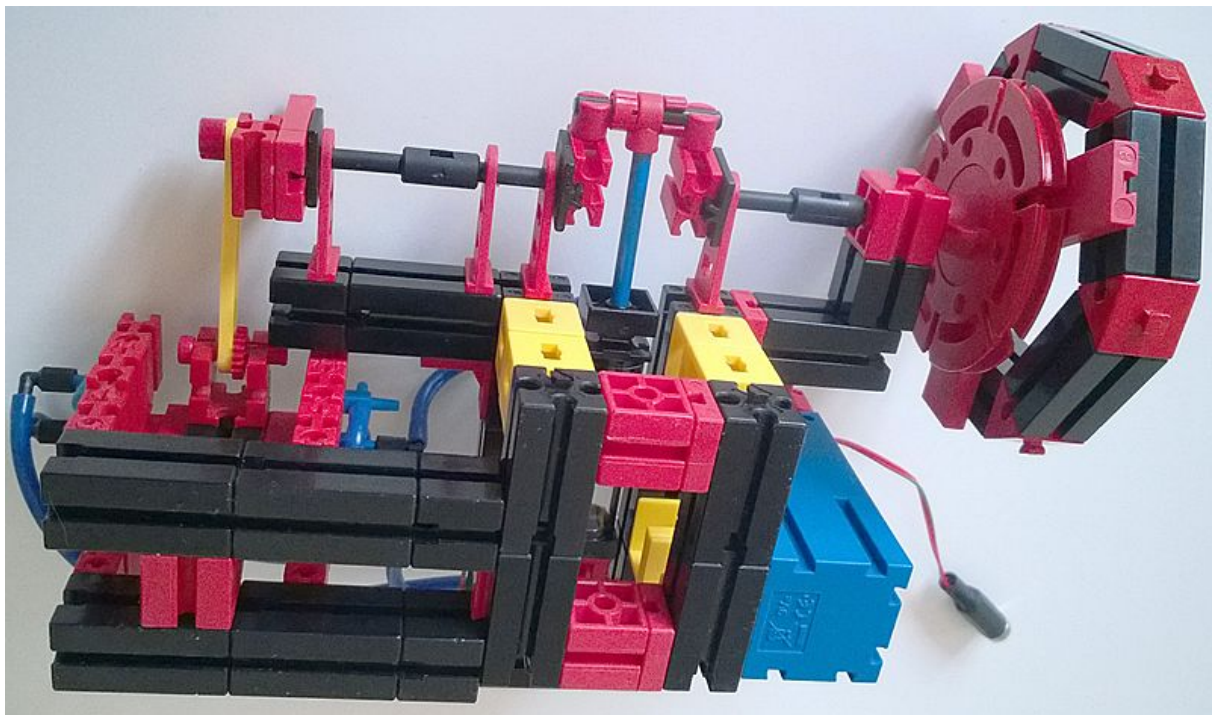

Abb. 10: Blick von unten auf das Modell
Wie Abb. 10 zeigt, hat der Zylinder in der Breite durch die BS5 hinreichend Platz, damit er nicht an den benachbarten
- Zunächst wird die gesamte Ventil-anordnung durch Verschieben der BS15 (siehe Abb. 10) so eingestellt, dass der gelenkig gelagerte BS30 des Ventils senkrecht steht, wenn der Exzenter sich in Mittellage befindet.